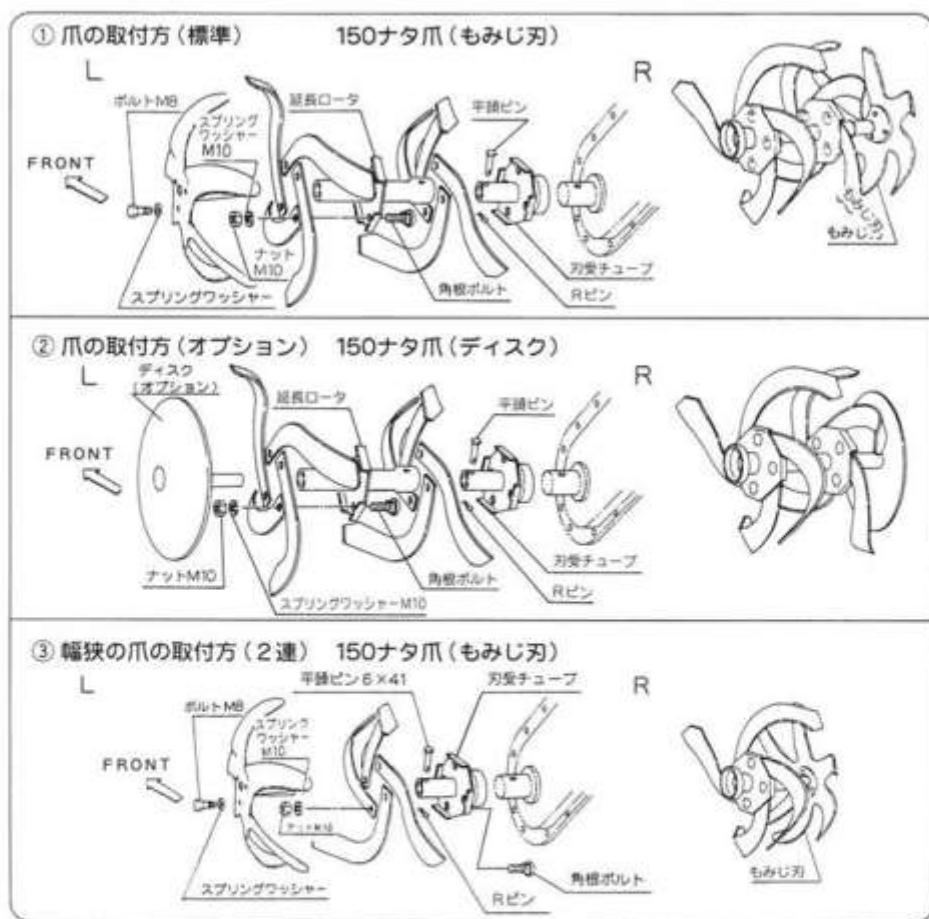
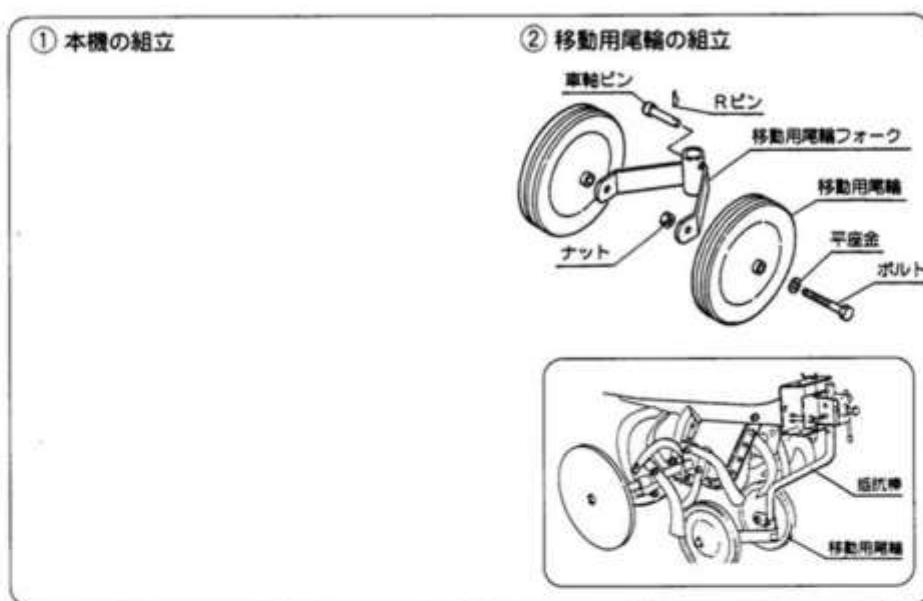

図2
図3
- 爪は向きと回転方向を確認して、上図（図2-①、②）のように取付けください。
- 作業幅30cmのときには、上図（図2-③）のように取付けてください。
1) 本機の組立 (図3-①)
- ① ハンドルパイプをハンドルフレームに差込む。(図3-①)
- ② ハンドル受座にハンドルフレームとハンドルカバーをのせ、ハンドルクランプレバーを締付けて固定する。
- ③ ハンドル取付ボルトを角穴に合わせて差込み、ハンドル上下レバーを締付ける。
- ④ 停止コードをエンジン側の停止コード(オスギボシ)に差込む。
- ⑤ スロットルレバーをハンドルパイプ右側に取付ける。
- ⑥ テンションワイヤをハンドル左側の主クラッチレバーに取付ける。
- ⑦ 150ナタ爪カンをそれぞれ左右の車軸にセットする。(図2)
2) 移動用尾輪の組立 (図3-②)
移動用尾輪は(図3-②)のように取付けます。移動用尾輪が爪に当たるときはロータ爪を当たらぬ位置まで回してください。